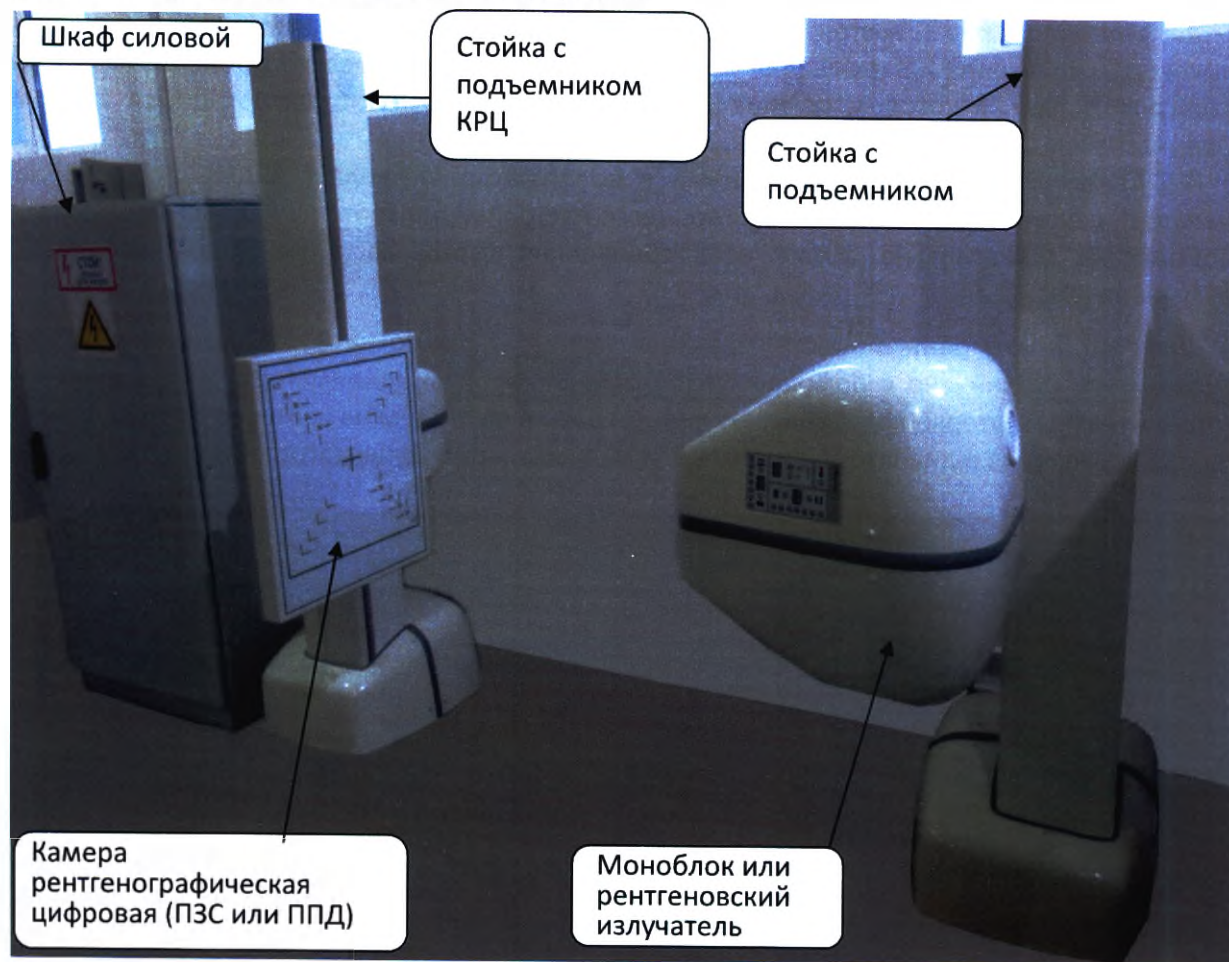

Рисунок 3 - Общий вид аппарата Флюоро-ПроГраф-РП, исп. 2.
Общий вид аппарата (без АРМ1 и АРМ2, которые размещаются в комнате управления рентгенозащитного кабинета) показан на рис. 3.
**4.1** Конструктивно аппарат представляет **раздельно стоящие стойки** (рис.3), на которые крепятся камера рентгеновская цифровая с ПЗС-камерой или плоскпанельным детектором (ППД) и моноблок или излучатель с коллиматором и световым центратором. В аппарате обеспечивается автоматическая синхронизация перемещения моноблока (или излучателя) под положение КРЦ с фокусным расстоянием от 1200 мм до 1500 мм и вращение в диапазоне от минус 50° до +50°, что позволяет проводить рентгеновские обследования для получения снимков в различных проекциях.
**4.2** В качестве приемника излучения в аппарате **применяется камера рентгенографическая цифровая (КРЦ)** с ПЗС-матрицей или плоско-панельным детектором (ППД) (рис.3). Рентгеновский пучок, проходя через отсеивающий растр, попадает на вход КРЦ. Отсеивающий растр необходим для уменьшения рассеянного излучения, возникающего в теле пациента (чем толще исследуемый объект, тем больше доля рассеянного излучения).
**4.4 Моноблок** (рис.3) состоит из рентгеновской трубки и трансформаторов для создания высокого напряжения и напряжения накала. **Излучатель рентгеновский** представляет собой защитный кожух, в котором установлена рентгеновская трубка с вращающимся анодом. Предназначен для генерации рентгеновского излучения.